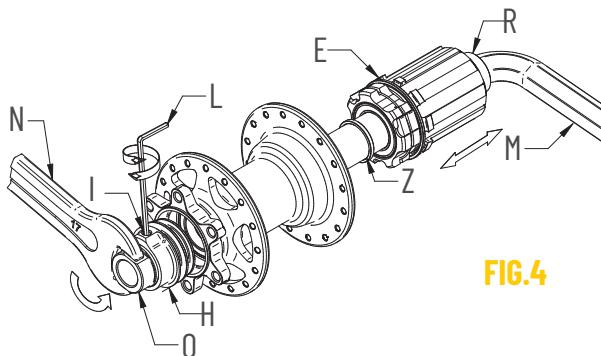
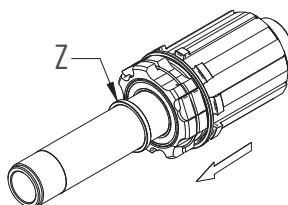

FIG. 4
FIG. 5
- Inserite una chiave a brugola da 12 (M) sul lato destro del mozzo (Fig. 4).
- Con l'ausilio di una chiave tradizionale (N), svitate lo scontro (O).
- Sfilate il perno del mozzo posteriore con il corpo ruota libera (E). Se necessario, a questo punto potete:
- Sfilare dal perno il corpo ruota libera con il relativo distanziale (Z) e procedere alla pulizia dei cricchetti. Attenzione: i cuscinetti del corpo ruota libera NON sono sostituibili.
- Terminata la manutenzione, infilate il corpo ruota libera con il relativo distanziale (Z) nel perno (Fig. 5).